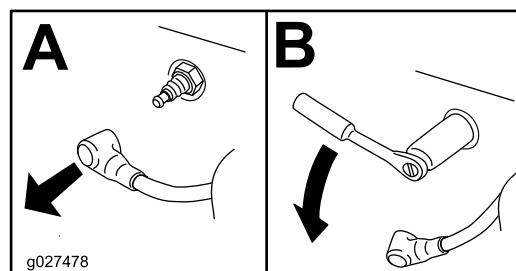

Figure 65
4. Localisez et retirez la ou les bougies comme montré à la Figure 65.